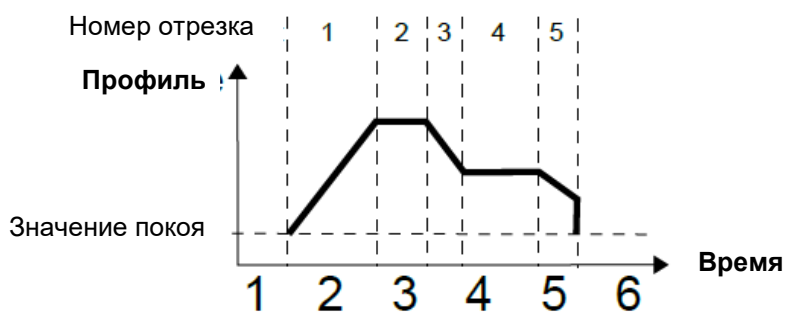

Рисунок 2.67
- «по уровню» – это означает, что профиль, который был настроен пользователем, будет запущен, когда значение параметра канала «Источник» сигнала будет > 0 , в противном случае (если значение ≤ 0) профиль не будет запущен (см. рисунок 2.67, и пример «а» на рисунке 2.68);
- «по фронту (раз)» – это означает, что профиль, который был настроен пользователем, будет запущен фронтом значения канала «Источник» (от значения ≤ 0 до значения > 0). После прохождения фронта профиль будет выполнен полностью, независимо от изменений значения источника сигнала во время отработки профиля (см. рисунок 2.67 и пример «б» на рисунке 2.68);
- «по фронту» – это означает, что настроенный пользователем профиль будет запускаться фронтом значения канала «Источник» (от значения ≤ 0 до значения > 0). Этот режим, в отличие от режима «по фронту (раз)», подразумевает запуск профиля по каждому фронту сигнала с указанными параметрами, независимо от того, закончено выполнение предыдущего профиля или нет (см. рисунок 2.67 и пример «в» на рисунке 2.68);